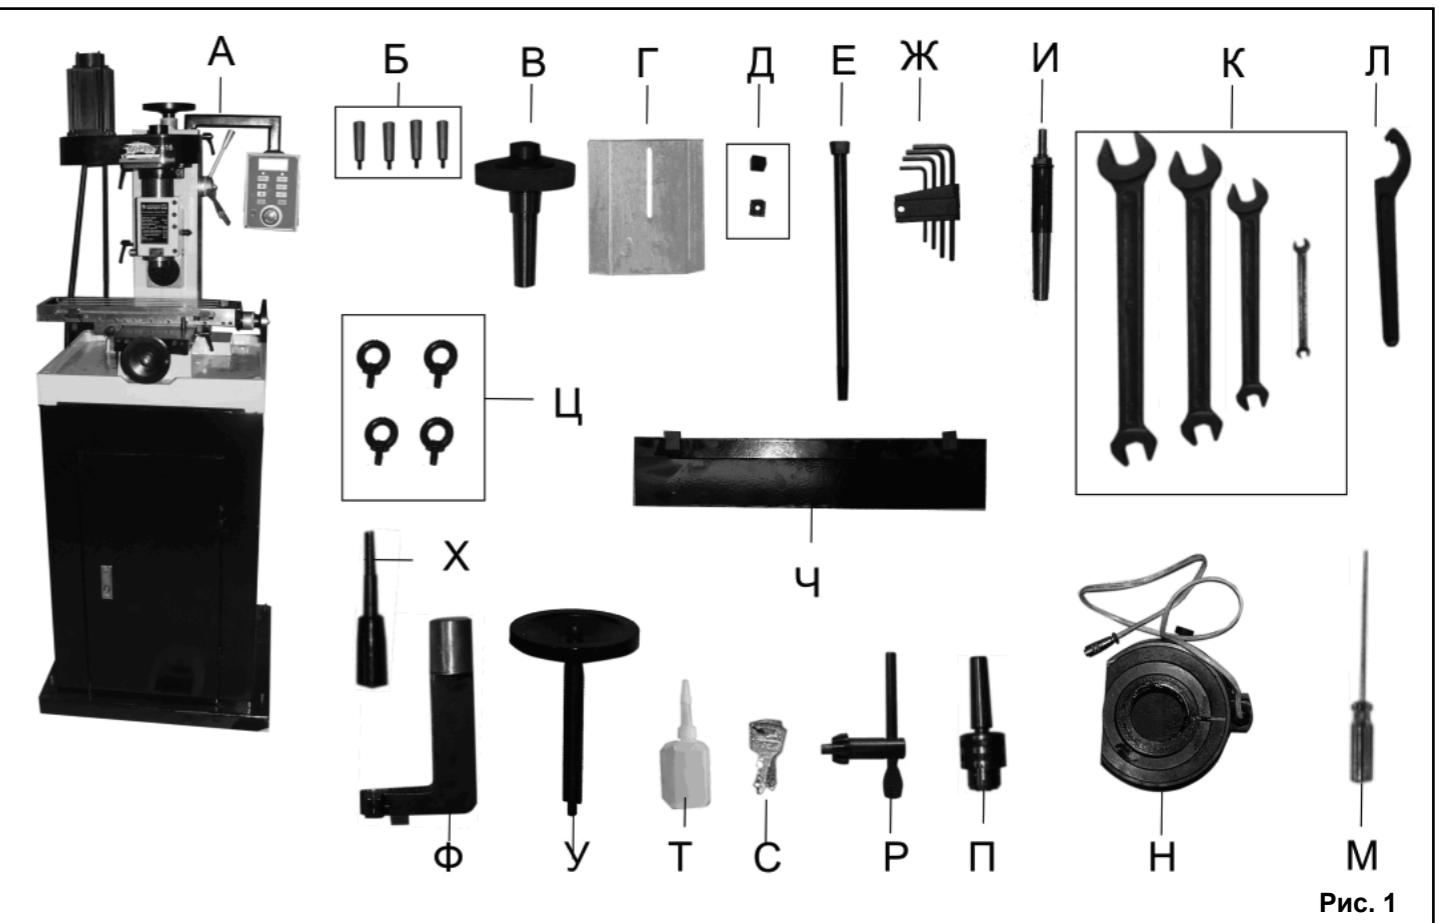

Рис. 1
### **3. КОМПЛЕКТНОСТЬ СТАНКА (Рис. 1)**
8.2.1. На все маховики (8, 9, 26, 19), Рис. 2а, установите рукоятки (Б), Рис. 1.